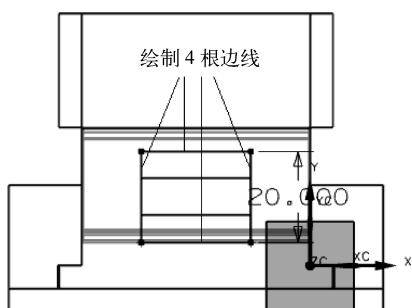

图 8-65 绘制拉伸草图
(4) 选择菜单命令【插入】→【设计特征】→【拉伸】, 打开如图 8-63 所示的【拉伸】对话框, 设置拉伸距离为 15, 并选择如图 8-64 所示要拉伸的截面。这时系统进入草图状态, 在要拉伸的截面上绘制如图 8-65 所示的草图。